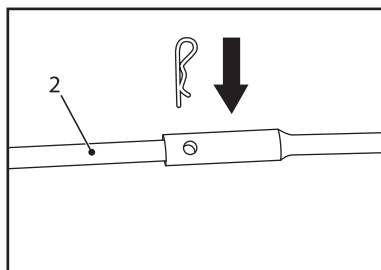

Рис. 9.
- Совместите отверстия на ручке (5) с отверстиями на штоке поворота выпускного желоба. Закрепите пружинным штифтом (рис. 9).